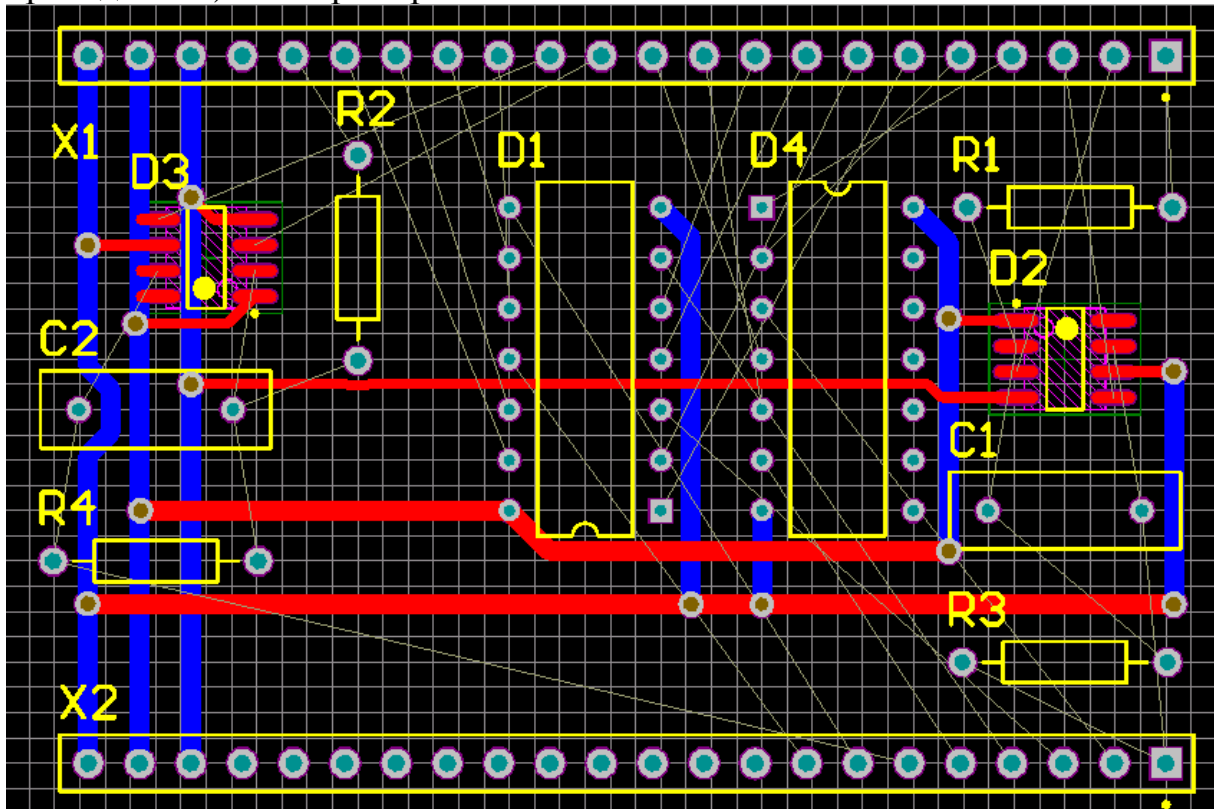

Рис. 123. Плата с разведенными цепями питания (GND, VCC+, VCC-)
6. Затем развести цепь VCC+, а потом VCC- (тоже с учетом ориентации проводников). См. пример на Рис. 123.